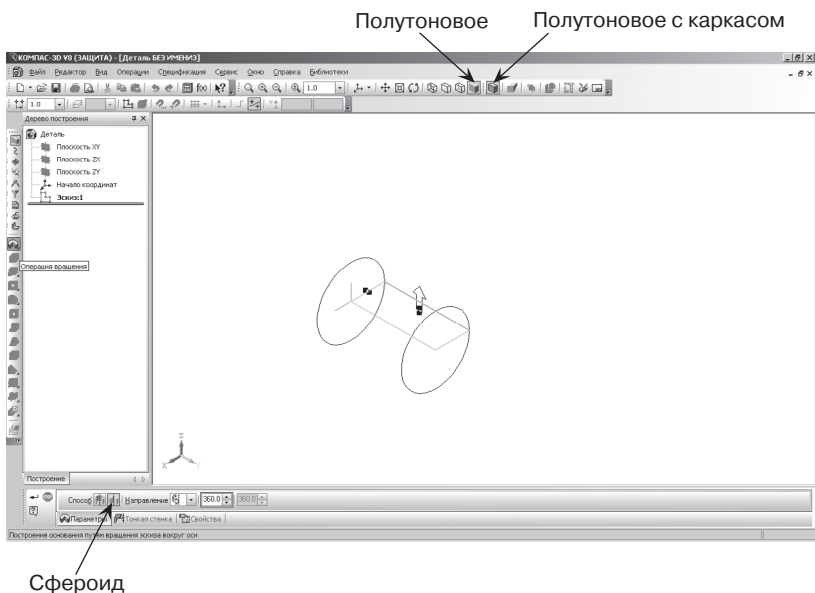

Рис. 132. Создание трехмерной модели
- на панели **Свойств** на вкладке **Параметры** укажите способ построения  – **Сфероид** (построение сплошного элемента), направление вращения 360° (рис. 132);
- На Инструментальной панели Вид выберите команду **Полутоновое, Полутоновое с каркасом** (рис. 132).